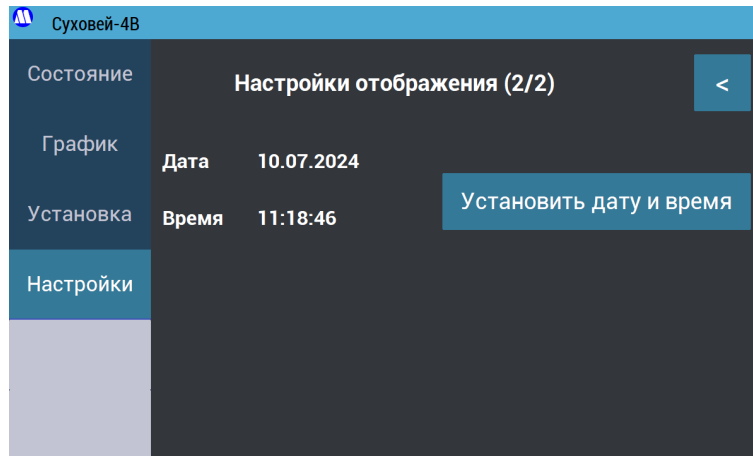

Рисунок 19 – Экран «Настройки отображения», страница 2.
7.2.11.2. Для доступа ко второй странице экрана «Настройка отображения» нажмите на стрелку в правом верхнем углу. На второй странице экрана «Настройка отображения» есть возможность просмотра и установки текущего времени генератора (Рисунок 19).